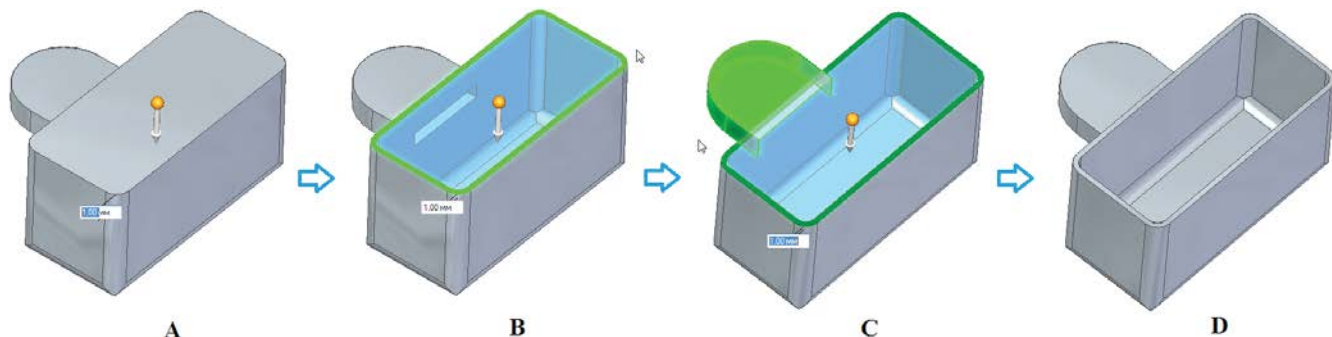

Рис. 2.4.15. Построение оболочки с исключением граней
- задать общую толщину стенок тела и направление (щелчком ЛКМ по стрелке), в котором откладывается толщина (рис. 2.4.15, А). Если указать направление толщины от тела, то тонкие стенки будут смещены наружу относительно его поверхности;
Результат построения представлен на рис. 2.4.15, D.